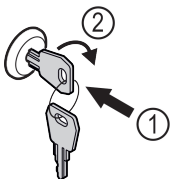

Fig. 192
- ▶ Zatlačte kľúč Fig. 192 (1).
- ▶ Otočte kľúč o 90° v smere hodinových ručičiek Fig. 192 (2).